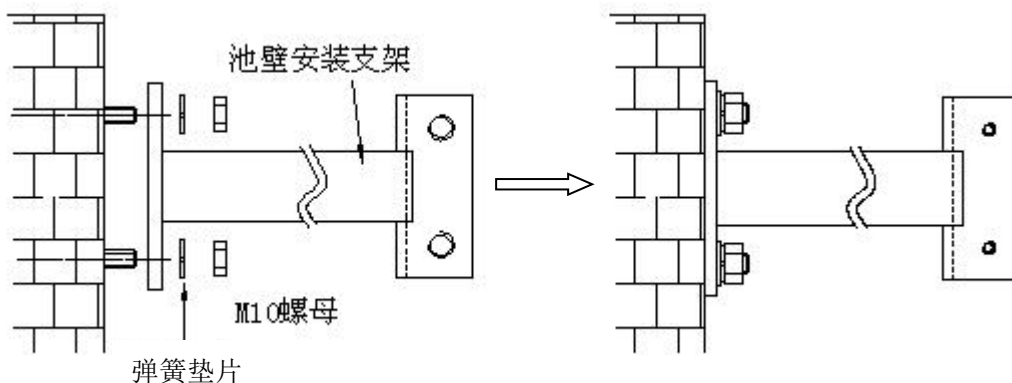
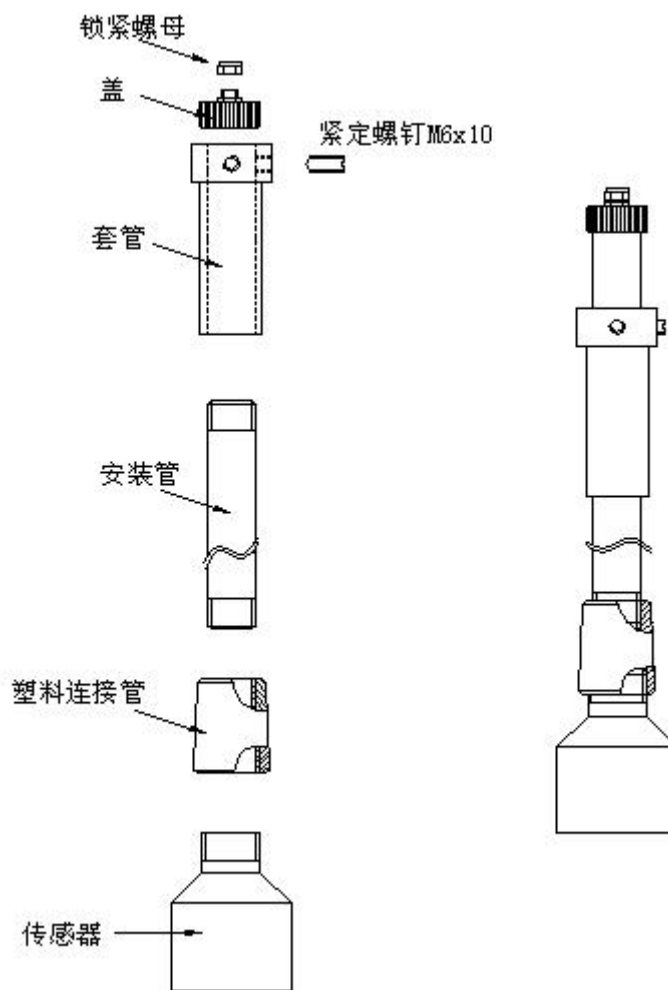

图 2.3 传感器池壁支架安装示意图
图 2.4 传感器支架安装示意图
1、首先在安装传感器的池壁合适位置打入四个 M10 钢制膨胀螺栓，将如图 2-4 所示的传感器池壁安装支架通过 M10 螺母和弹簧垫片固定在池壁的螺栓上，安装完成后如图 2.3 中右图所示。
2、将浸没式传感器的电缆穿过塑料连接管、安装管、套管、盖和锁紧螺母；将浸没式传感器的螺纹与塑料连接套的螺纹孔相接并拧紧；塑料连接套则与安装管相连；然后将安装管穿过套管，根据现场测量深度通过两个紧定螺钉将套管与安装管固定；将盖与安装管拧紧，防止雨水和其他物质进入安装管；将锁紧螺母拧紧，固定电缆。传感器与安装管安装完成后如图 2.4 所示。